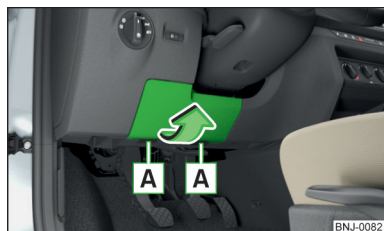

Fig. 201
- Togliere il coperchio della scatola portafusibili in direzione della freccia » fig. 201.